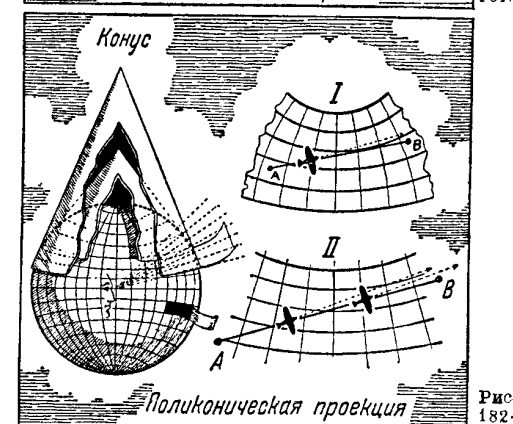
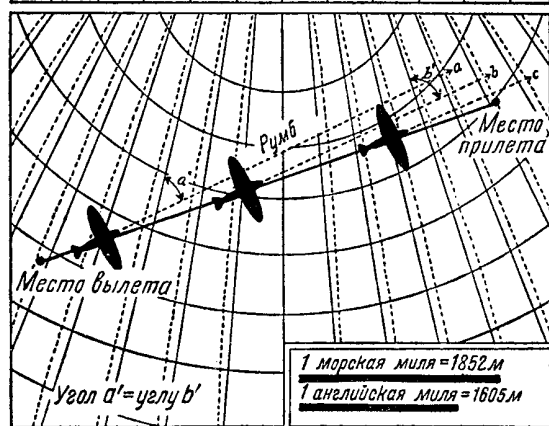

Рис. 182.
Рис. 185.
Рис. 182. *Поликонический метод* (конический) похож на предыдущий, но проектируемая площадь разворачивается на целом ряде конусов, имеющих своими основаниями различные параллели широты. Карта, изготовленная по такому методу, дает прямые линии, соединяющие две точки, почти в виде больших кругов (I). Так как меридианы на такой карте искривлены только слегка, что почти неощутимо для невооруженного глаза, мы можем принять их за прямые линии (II), а в таком случае можно измерить угол пути самолета. Но так как меридианы сходятся в одной точке (в вершине конуса), то, намереваясь идти по большому кругу, мы должны вносить поправки в курс полета при пересечении каждого меридиана. Другими словами, нос самолета не будет направлен на место назначения (рис. 185) почти до тех пор, пока самолет туда не долетит. Пример на рис. 185 еще больше показателен для карты, изготовленной в конической проекции Ломбера; она отличается от поликонической тем, что основания конусов, на которые проектируется земная поверхность, расположены чаще, что в результате дает меньшие искажения к оконечностям карты. Кроме того, меридианы Ломбера представлены прямыми линиями, а параллели — концентрическими кругами. Проекция Ломбера более точна. Так, карта США, изготовленная посредством поликонической проекции, имеет ошибки масштаба около 7% против 2 °о тождественной карты в проекции Ломбера.